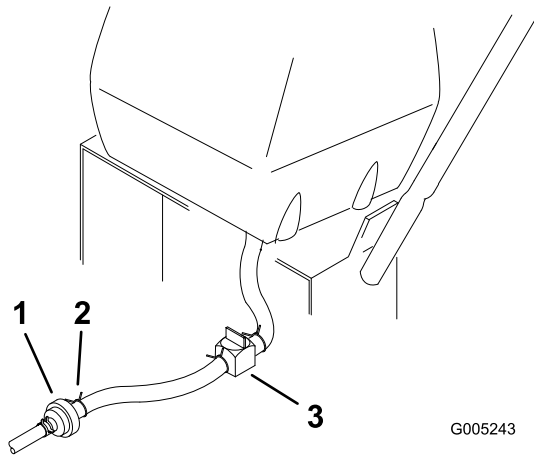

Bild 27
- Schließen Sie den Kraftstoffhahn am Kraftstofftank (Bild 27).
- Drücken Sie die Enden der Schlauchklemme zusammen und schieben Sie sie an der Kraftstoffleitung entlang, vom Kraftstofffilter weg (Bild 27).
- Ziehen Sie die Kraftstoffleitung vom Kraftstofffilter (Bild 27). Öffnen Sie den Kraftstoffhahn und lassen Sie den Kraftstoff in einen Benzinkanister oder eine Auffangwanne ablaufen.